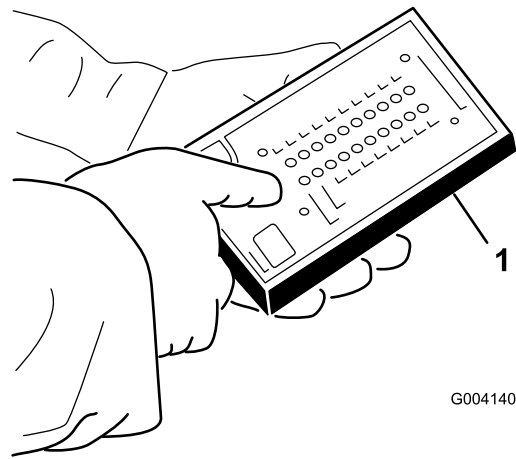

Bild 28
5. Schließen Sie den Stecker der ACE-Diagnostikanzeige an den Kabelbaum an (Bild 28).